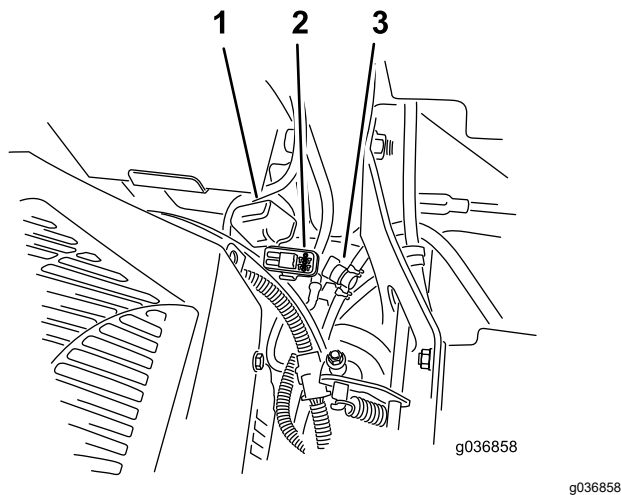

Figure 54
Les fusibles sont situés sur la console droite, près du siège (Figure 54).
2. Remplacez le fusible (Figure 54).